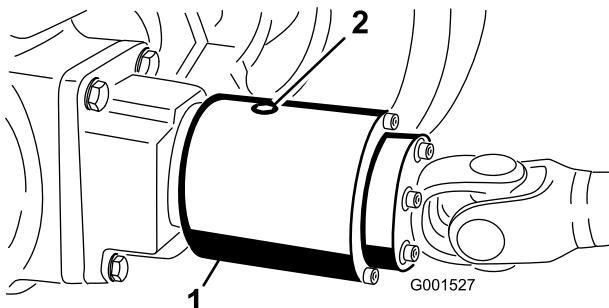

図 28
2. クラッチ(図 28)を回して点検プラグ(図で12時の位置にある)が4時の位置にくるようする。